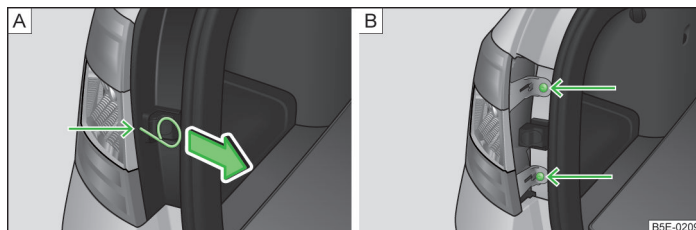

Fig. 233 Capacul/demontarea lămpii
- › Etrierul pentru extragerea capacelor integrale de roți » **pagina 242**, *Trusa de scule* se introduce în orificiu, în locul marcat cu săgeți » **fig. 233** - [A].
- › Extrageți capacul în sensul săgeții » **fig. 233** - [A].
- › Desfaceți lampa folosind cheia din trusa de scule » **fig. 233** - [B].